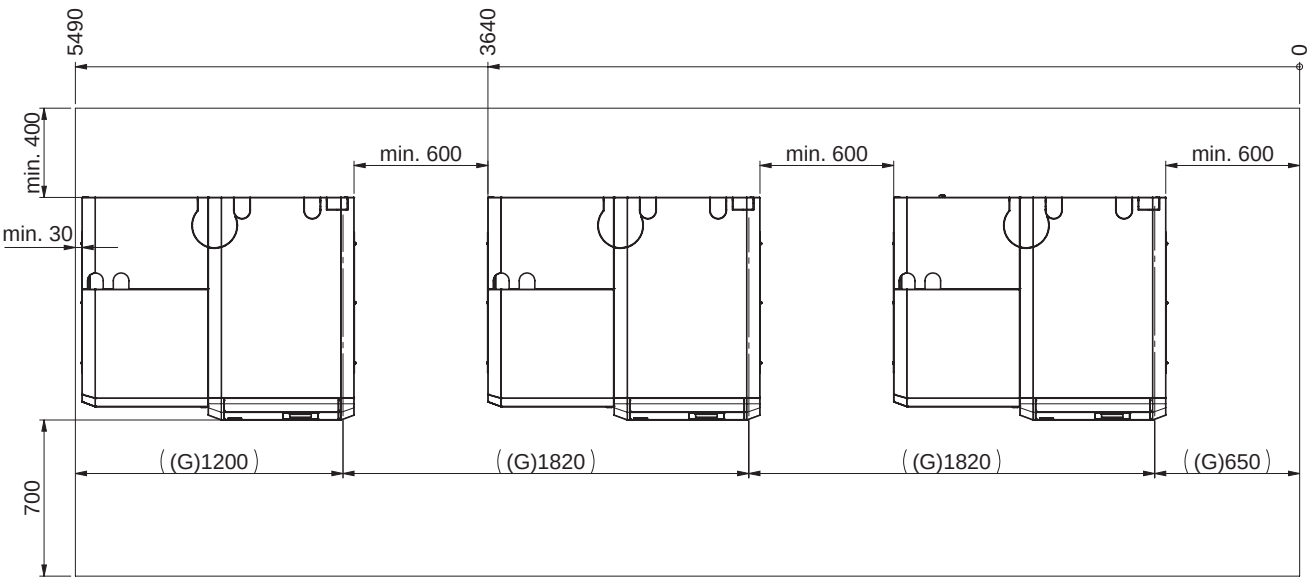

Fig. 18 BioWIN 2 Touch BWE 382-632 Cascata
- Distanza minima l'una dall'altra di almeno 600 mm – Fig. 18.